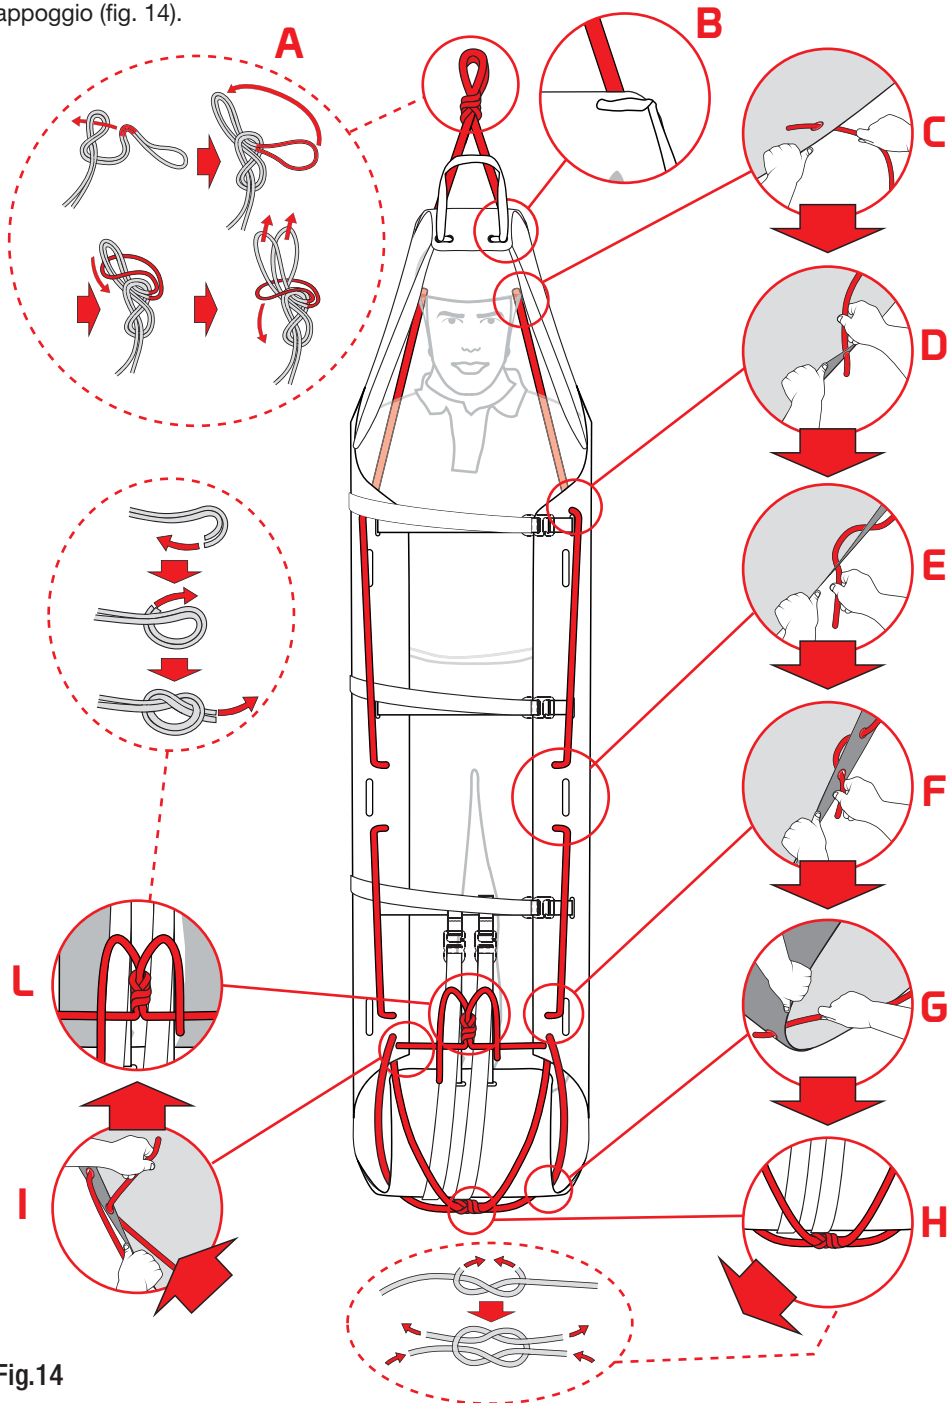

Fig.14
c) sollevamento/calata o recupero in verticale: inserire la corda (H) nei fori A8 del piano di appoggio (fig. 14).